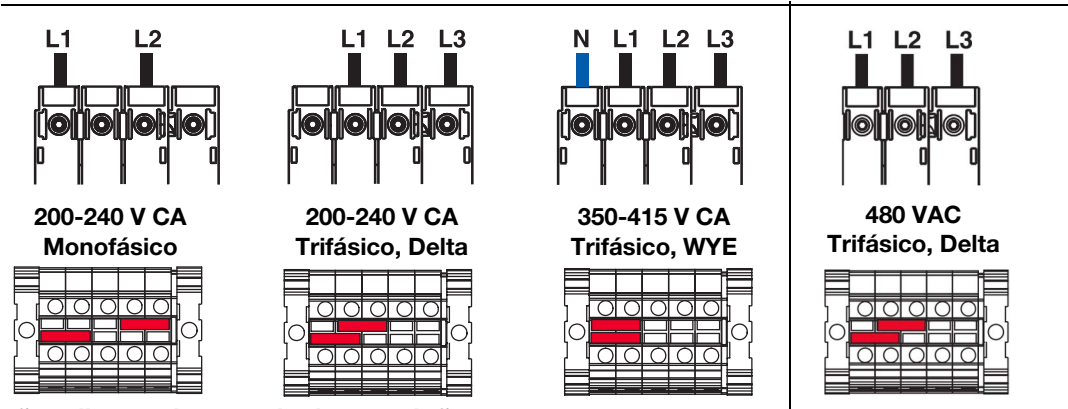

FIG. 7: Ligações diretas dos terminais e posições
- 1. Desligue (FF) o interruptor de desativação da alimentação (AG).
- 4. Ligue o cabo de terra ao terminal de terra (GT).
- 5. Ligue o cabo de alimentação conforme apresentado (consulte a FIG. 7).